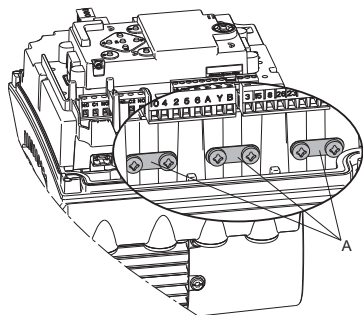

Рис. 67 Заземление экранирующих оплётки кабелей
7. Заземлите экранирующие оплётки кабелей шины через один из зажимов заземления (рис. 67, А).